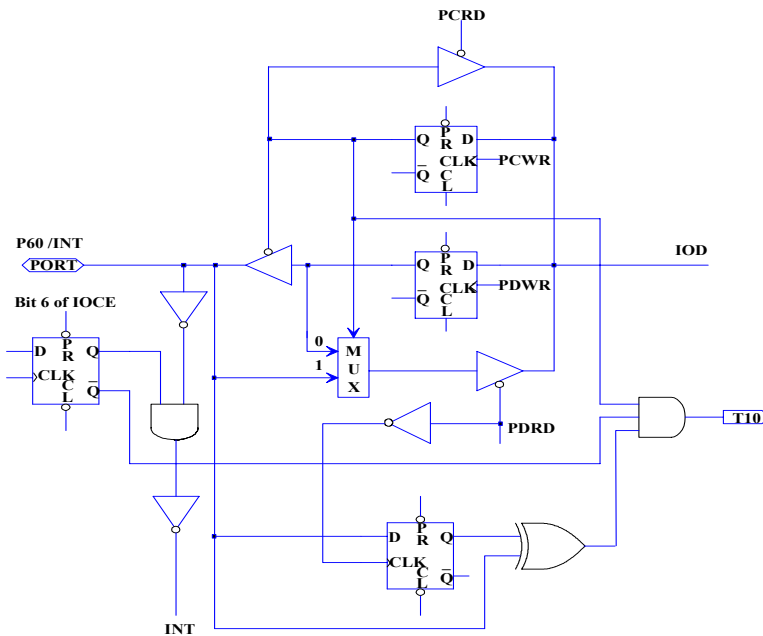

图7 P60(INT)的I/O端口和I/O控制寄存器电路
- 当 EIS 为 “0” 时，/INT 通道被屏蔽。为 “1” 时，/INT 管脚的状态可以由 P6 端口读取 (R6)。参考图 7